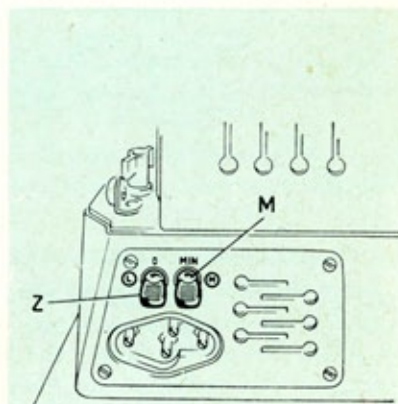
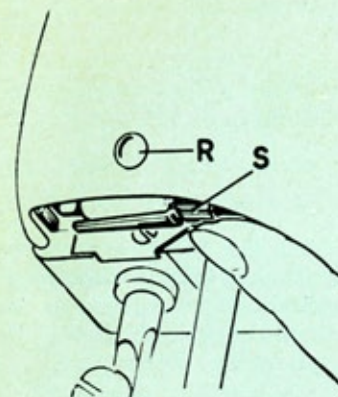

Fig. 24
Fig. 25
- Push switch « Z » (Fig. 24) downwards. The red signal light « R » (Fig. 25) will light up.
The light can be cut out by turning shade « S » (Fig. 25).